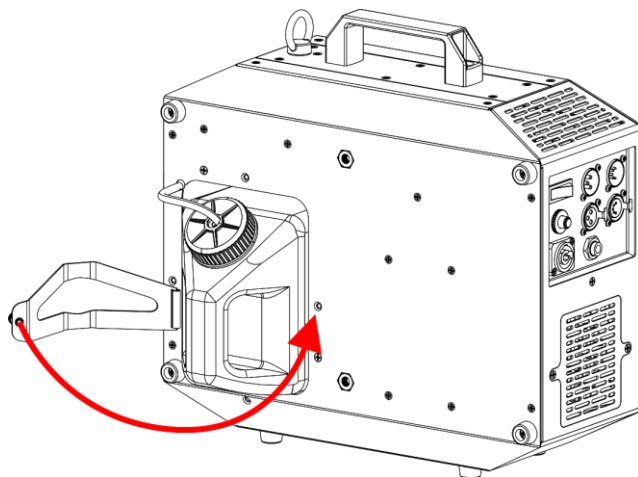

Fig. 23
- 18) Inclinare la **staffa per il serbatoio dei liquidi (03)**, come mostrato nella Fig. 23.